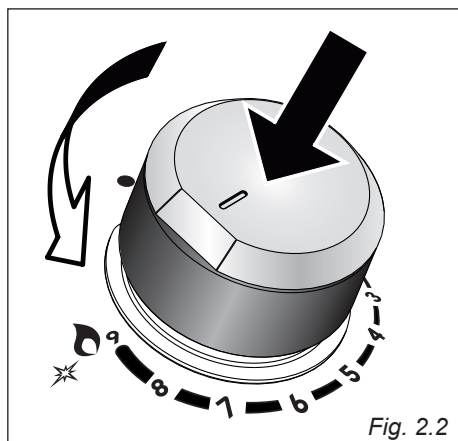

Fig. 2.2
1. Premere e ruotare la manopola corrispondente (fig. 2.2) fino alla posizione di portata massima “” (fiamma grande - fig. 2.1) e mantenere premuta la manopola fino ad accensione avvenuta.